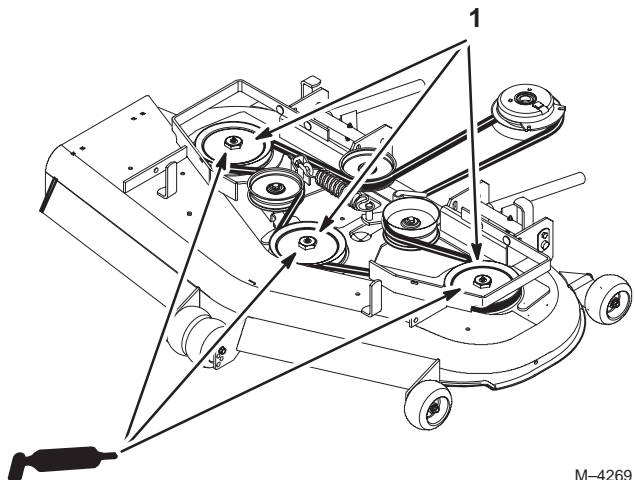

Figure 45
2. Lubrifiez les graisseurs des roulements des trois axes (Fig. 45).
3. Graissez le pivot de la poulie de tension (Fig. 45).
4. Lubrifiez les graisseurs des bras de poussée (Fig. 45).